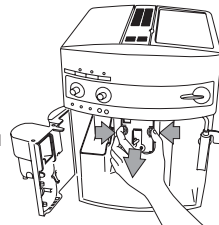

Figura 25
- Premere i due pulsanti rossi di rilascio posti sul sistema di filtrazione (Figura 25) ed estrarlo.